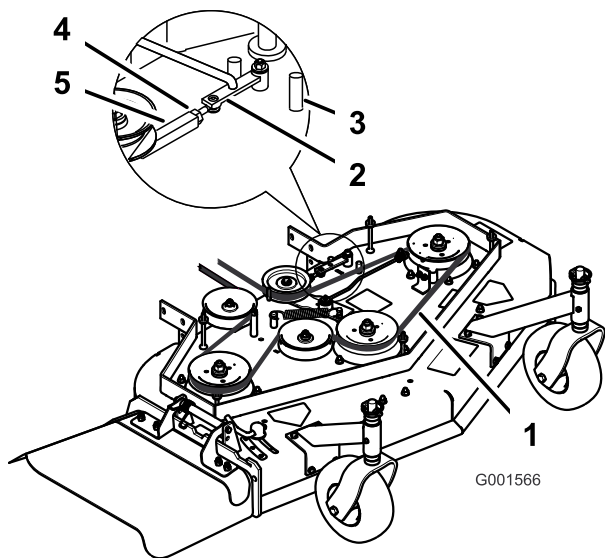

Figure 39
3. Desserrez le contre-écrou sur le tendeur (Figure 39).
4. Tournez le tendeur vers l'arrière du tablier de coupe pour augmenter la tension sur la courroie. Tournez le tendeur vers l'avant du tablier de coupe pour réduire la tension sur la courroie (Figure 39).